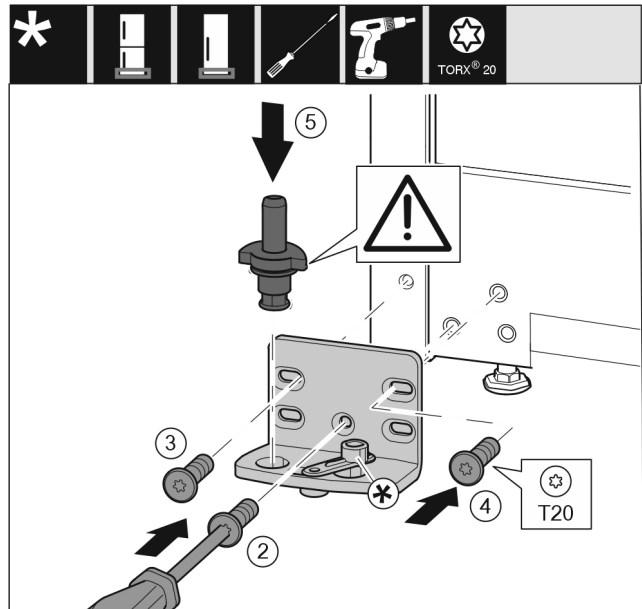

Fig. 16
- ▶ Nasadte ložiskovú konzolu na druhú stranu a priskrutkujte ju pomocou skrutkovača. Začnite skrutkou Fig. 16 (2) dole v strede.
- ▶ Pevne utiahnite skrutku Fig. 16 (3) a skrutku Fig. 16 (4).
- ▶ Úplne nasadte ložiskový čap Fig. 16 (5). Dbajte pritom na to, aby zaistovací doraz ukazoval smerom dozadu.